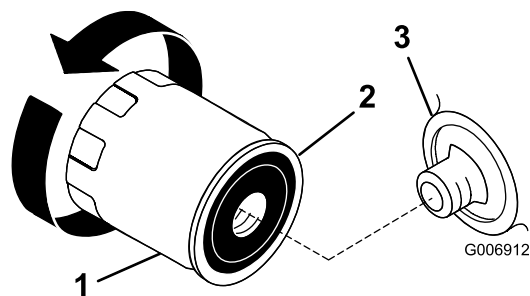

Figura 32
2. Retire el filtro usado y limpie con un paño la superficie de la junta (Figura 32) del adaptador del filtro.
3. Aplique una capa fina de aceite nuevo a la junta de goma sobre el nuevo filtro de aceite (Figura 32).
5. Gire el filtro de aceite en el sentido de las agujas del reloj hasta que la junta de goma entre en contacto con el adaptador del filtro, luego apriete el filtro de aceite media o tres cuartos de vuelta más (Figura 32).